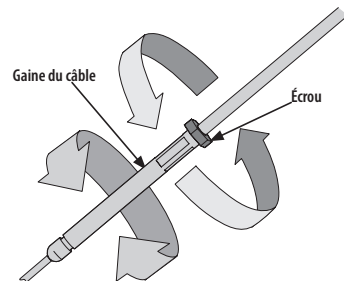

Figure 9
2. Desserrez l'écrou pour ajuster le câble d'embrayage. Voir Figure 9.
3. Tournez la gaine du câble une fois ou deux pour augmenter ou réduire la tension du câble. Voir Figure 9.
4. Resserrez l'écrou contre la gaine du câble. Voir Figure 9.